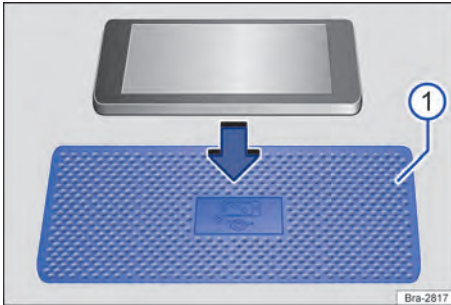

Abb. 150 Ablagefläche mit Einlegematte für die kabellose Ladefunktion (Prinzipdarstellung).
Bei einigen Fahrzeugen hat die Einlegematte ein Telefonsymbol, das die Mittelposition kennzeichnet → Abb. 150 ①. Das Symbol auf der Einlegematte kann bei einigen Fahrzeugen anders aussehen.